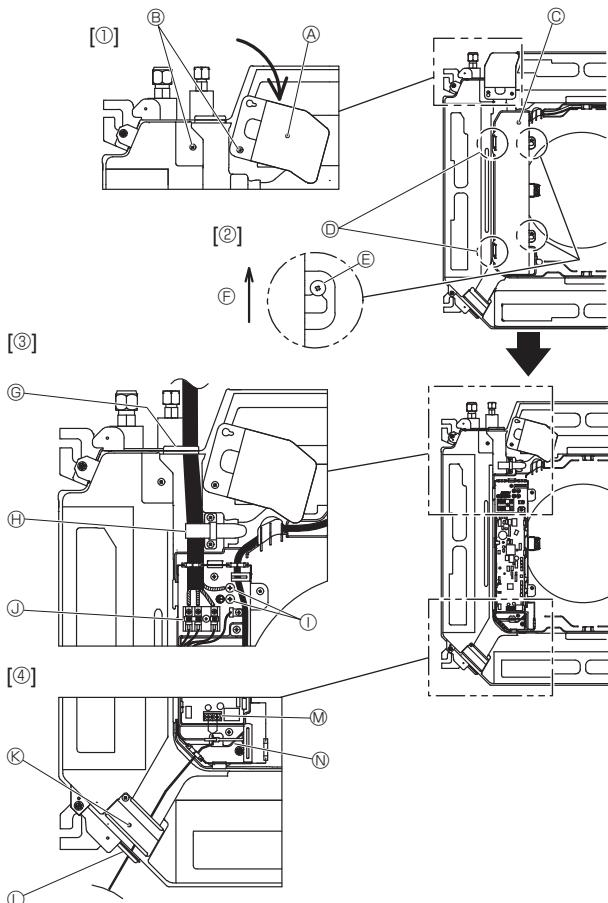

Fig. 6-1
6.1. Innendørsenhet (Fig. 6-1)
- Løsne de to skruene som holder på plass servicepanelet for elektriske ledninger, og snu deretter servicepanelet for elektriske ledninger. [Fig. 6-1 ①]
- Løsne de to skruene som holder på plass lokket på den elektriske koblingsboksen, og skyv deretter av lokket på den elektriske koplingsboksen. [Fig. 6-1 ②]
- Før strømkabelen, innendørs-/utendørsenhetens tilkoblingskabel og jordkabelen gjennom de respektive ledningsåpningene, som vist i diagrammet. [Fig. 6-1 ③] Plasser den avmantlede delen av strømkabelen og innendørs-/utendørsenhetens tilkoblingskabel i den elektriske boksen.
- Før fjernkontrollkablene gjennom de respektive ledningsåpningene, som vist i diagrammet. [Fig. 6-1 ④, Fig. 6-3]